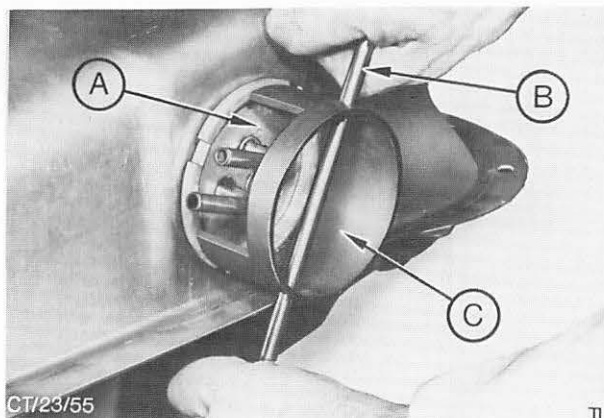

Abb. 10 Aus- und Einbau des Gebers – Kraftstoff-Vorratsanzeiger
Geber mit dem Werkzeug 23-009 nach links drehen und aus dem Kraftstoffbehälter herausnehmen. Abb. 10.
11. Geber mit neuer Dichtung einbauen. Abb. 10.